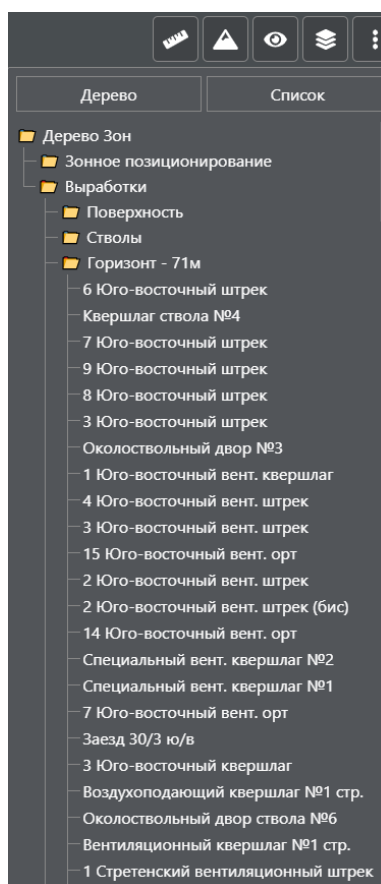

Рисунок 28 – Раскрывающийся список всех зон.
2.11.1.1. При нажатии ЛКМ на одну из папок с зонами раскрывается список объектов (рисунок 28).